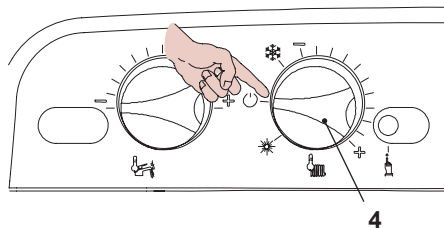

Fig. 7.17
- Per uscire dalla programmazione posizionare il selettore 4 come indicato in Fig. 7.17.